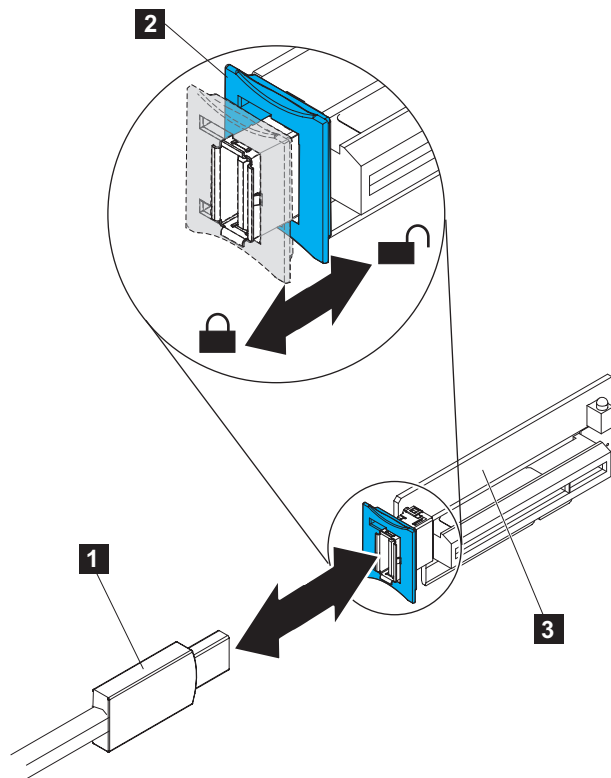

図 76. USB ライザー・カード上の USB サービス・コントローラーのケーブル・コネクタ
- c. 青色ロック・バー (104 ページの図 76 の 2) をつかみ、USB ライザー・カード・アセンブリー (3) の方向にスライドさせてアンロック位置にし、コネクタから USB ケーブル (1) を取り外します。
- b. USB サービス・コントローラー・ケーブル（図 76 の **1**）を USB ライザー・カード・アセンブリ（**3**）のコネクタに位置合わせし、しっかり収まるまでコネクタに押し込みます。